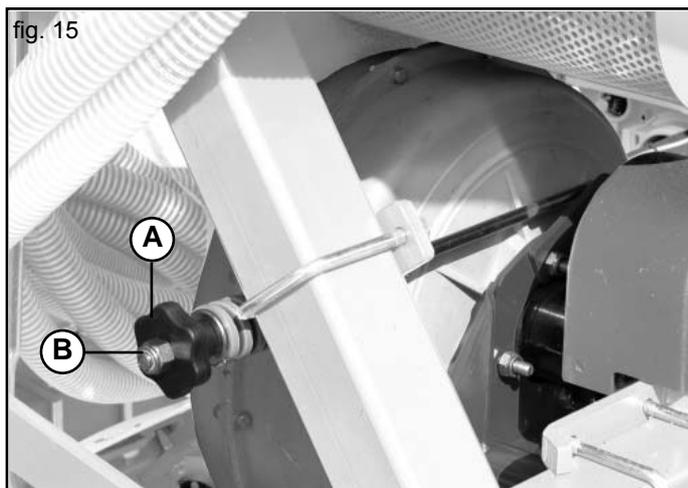
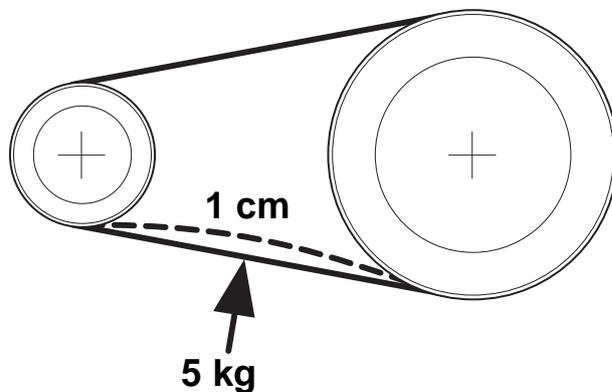

fig. 15
fig. 16
- 2) Régler la tension de les courroies avec la manivelle (A Fig. 15). Appuyer sur la courroie, dans la zone centrale entre les deux poulies, en exerçant une force de 5 kg. La force exercée doit provoquer une déformation sur la courroie concernée de 1 cm max. (Fig. 16).
Pour le remplacement des courroies desserrer complètement le tendeur A (Fig. 15).
**Attention: NE PAS DESSERER l'écrou B (Fig. 15).**